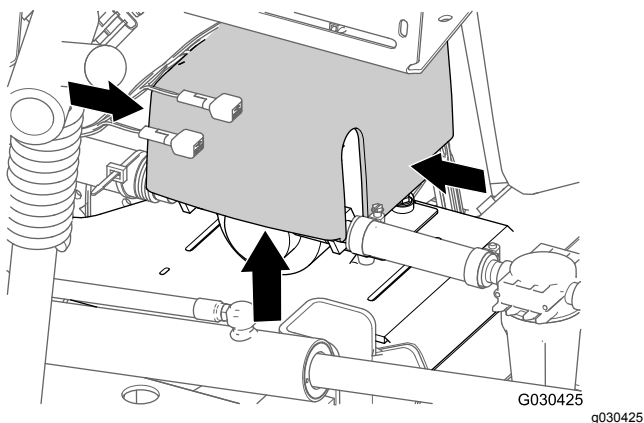

Figure 5
1. À l'arrière de la machine, rapprochez les côtés du couvercle de la pompe de rinçage et soulevez-le jusqu'à ce que les languettes du couvercle passent les fentes dans la plaque de serrage, puis déposez le couvercle de la machine (Figure 5).